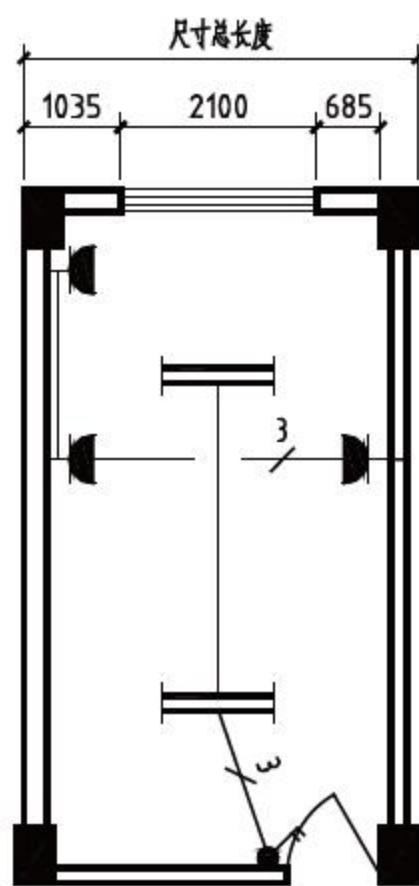

图5-136 编辑标注文字
- 03 在空白区域单击鼠标左键，修改文字内容的结果如图5-136所示。